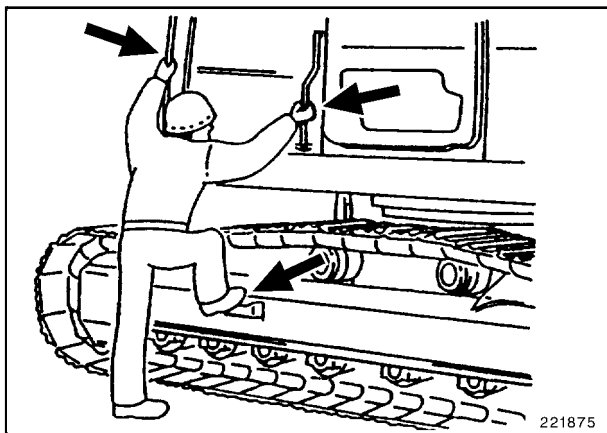

Fig. 6
- Subir a y bajar de la máquina solamente allí donde están instalados escaleras y/o asideros (Fig. 6).